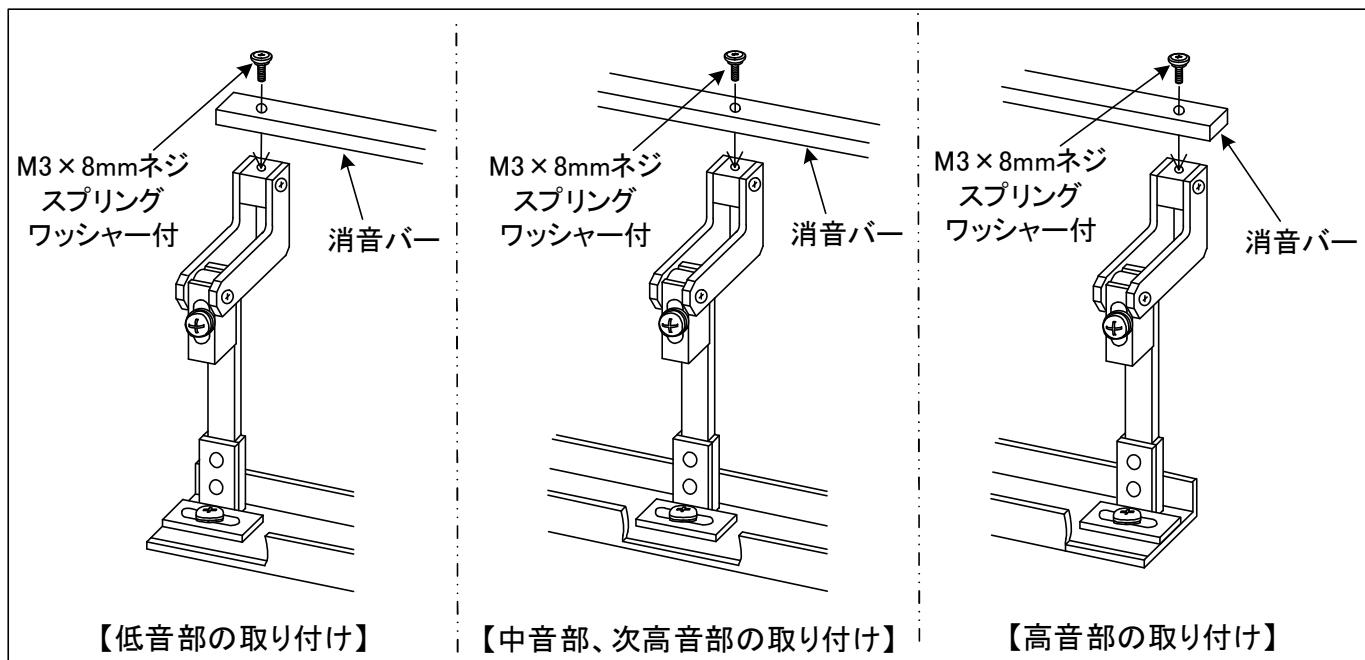
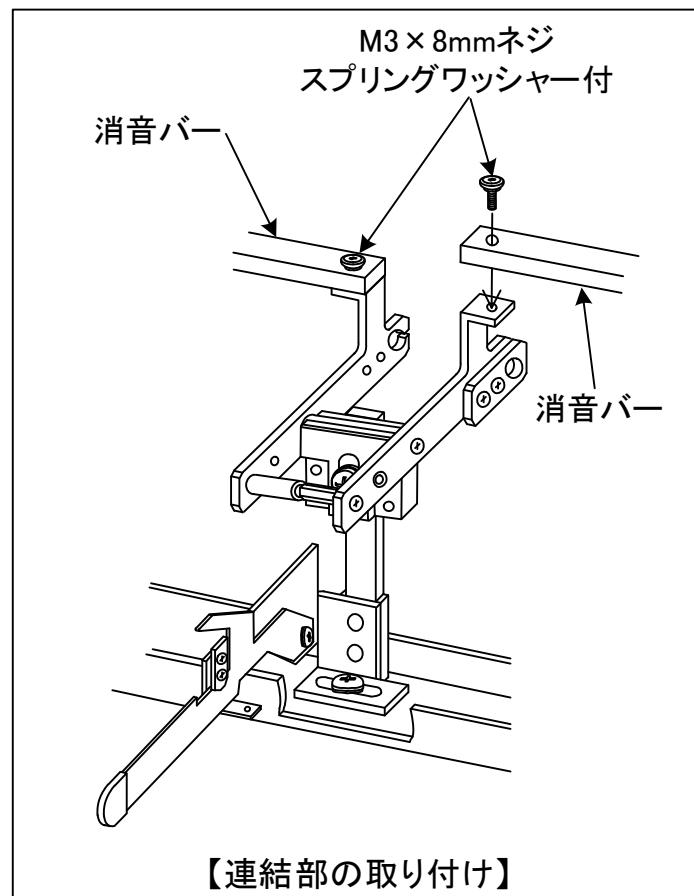

図4.3-7 各固定ユニットへの消音バーの取り付け
図4.3-8 連結部固定ユニットへの消音バーの取り付け
(5) 各固定ユニットは図4.3-7、連結部固定ユニットは図4.3-8の様に消音バーを付属のM3×8mmネジスプリングワッシャー付で取り付ける。